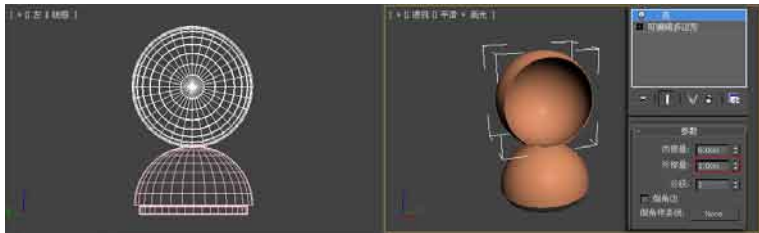

图3.22 设置壳的厚度
- 13 添加“壳”修改器后，原来没有厚度的模型有了厚度，设置修改器的参数，如图3.22所示。